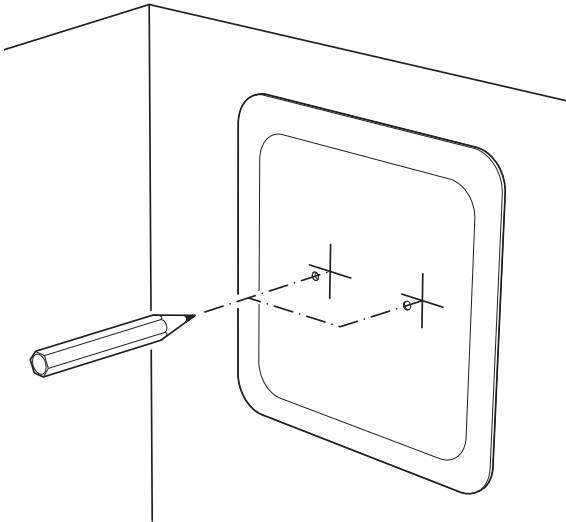

Bild 16
- Använd en penna för att markera de båda platserna för de halvrunda träskruvarna (Bild 16).